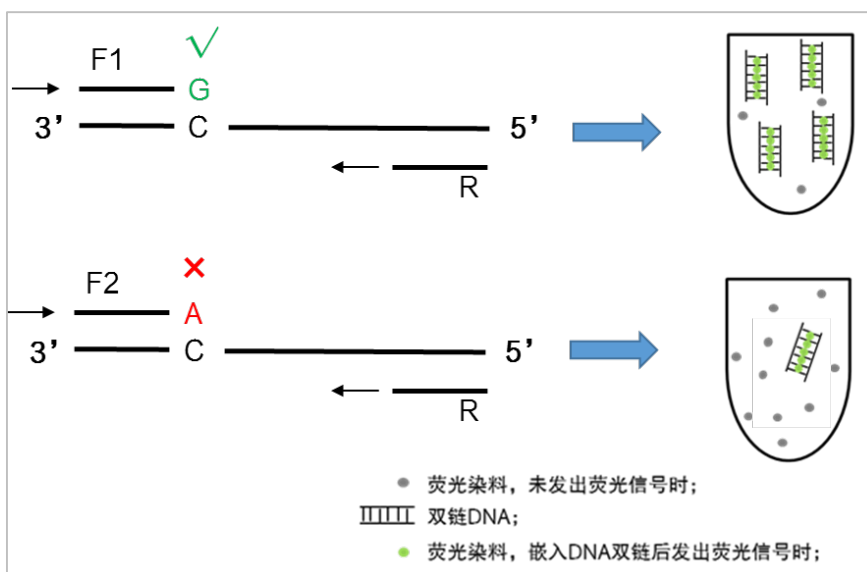

图 1. ARMS-PCR SYBR 法定量检测原理图
引物设计包括两条正向引物 F1/F2 和一条反向引物 R，两条正向引物 3' 末端碱基不同，分别对野生型等位基因和突变型等位基因特异，共用反向引物；PCR 扩增时，引物的延伸是从 3' 端开始的，与模板不能完全匹配的正向引物将不能完全形成互补碱基对，形成错配从而延伸受阻，不能产生扩增产物，而与模板完全匹配的正向引物则可以扩增出相应的 PCR 产物，通过检测反应进程中的荧光信号值，可对不同样本进行 SNP 分型检测（图 1）。
- 结果如上图: 1. 工作曲线 $R^2=0.999$, 扩增效率 100%;